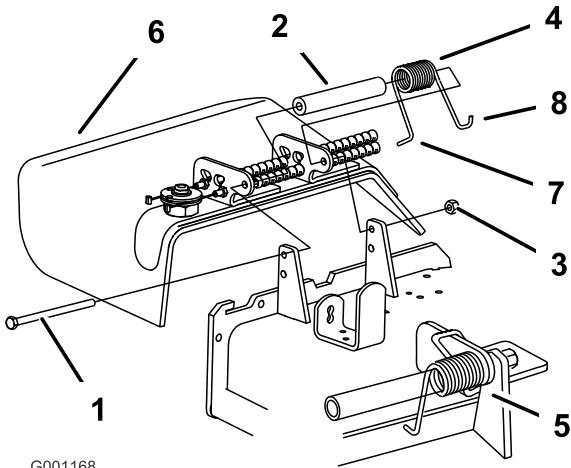

Figura 2
Nota: Asegúrese de colocar el extremo en del muelle detrás del reborde de la plataforma antes de instalar el perno, según se muestra en Figura 2.
- Instale el perno y la tuerca en el taladro inferior. Coloque el extremo del muelle alrededor del deflector de hierba (Figura 2).